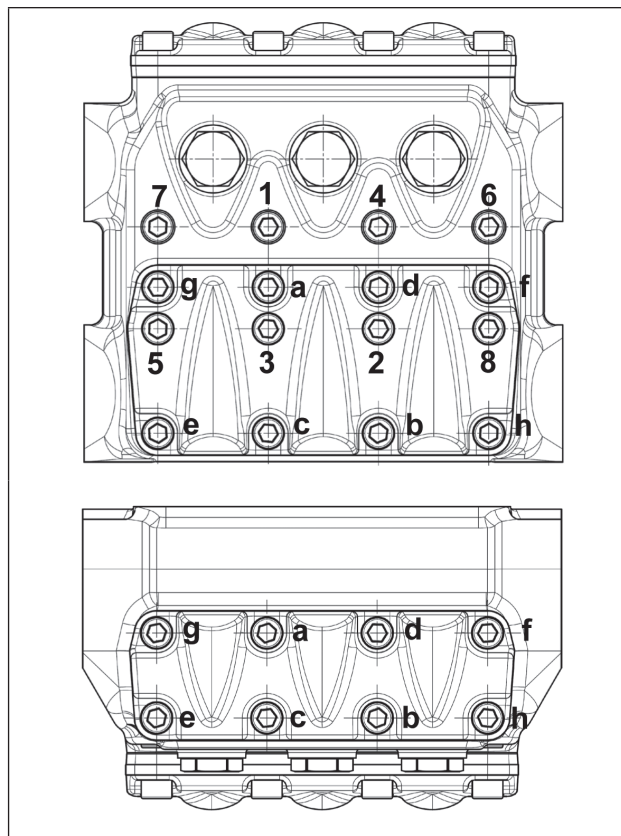

Fig. 47
*** Los tornillos de fijación de las tapas de las válvulas se deben apretar utilizando una llave dinamométrica, lubricando el pie roscado y respetando el orden contenido en el esquema de la Fig. 47.